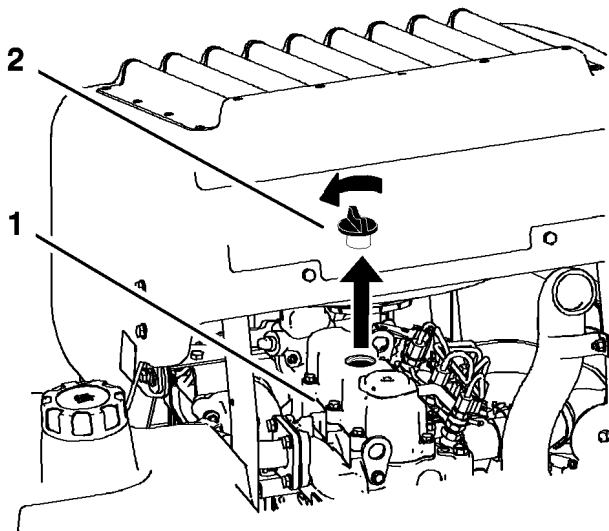

Bild 39
6. Nehmen Sie den Deckel des Einfüllstutzens oben am Motor ab (Bild 39). Dies erleichtert das Ablassen des Öls.
2. Nehmen Sie den Peilstab und den Deckel ab (Bild 39).